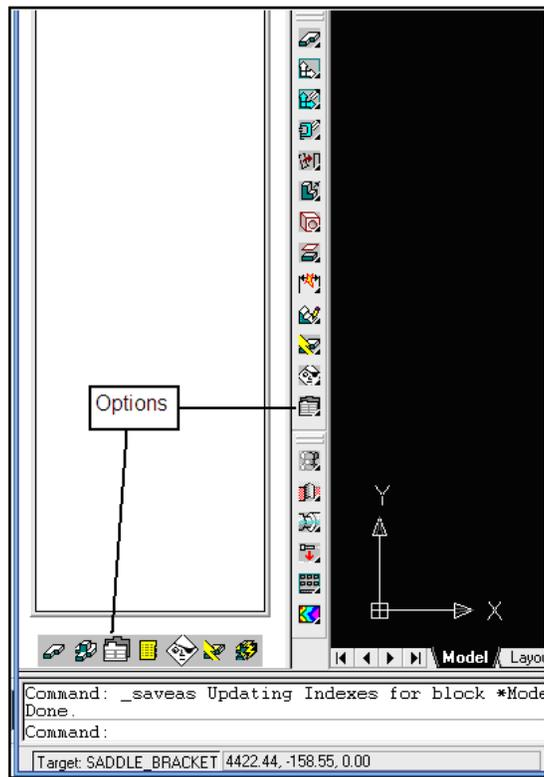

Figura 82.
6. Seleccionamos el comando *Desktop Options* dando un clic con el botón izquierdo del mouse, este se localiza en la parte inferior de la ventana *Desktop Browser*. Nota que el mismo icono aparece también en la barra de herramientas *Part Modeling* como lo muestra la figura 82.